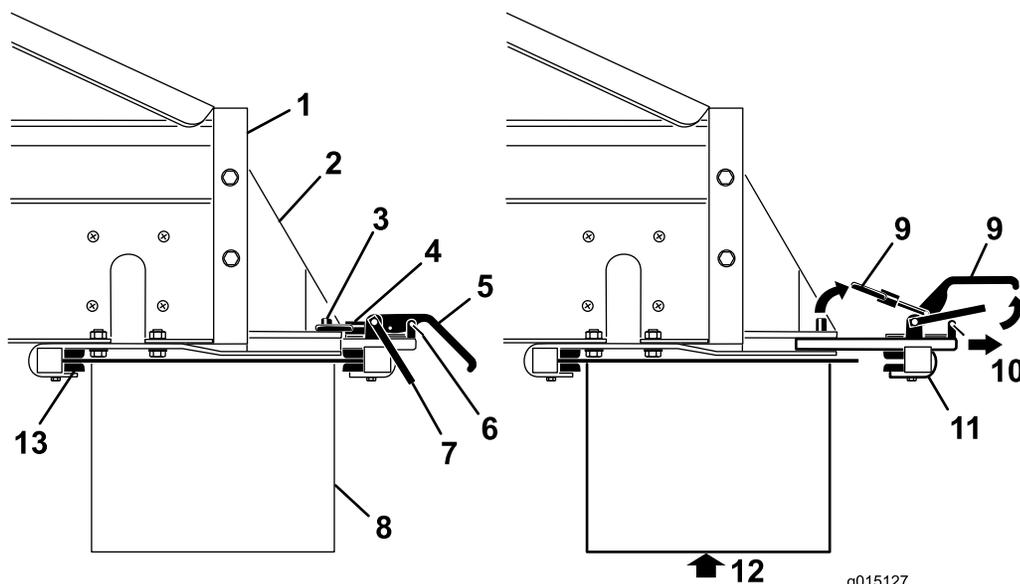

Figura 49
- Retire os cliques do fecho de segurança das pegas da barra de ligação (Figura 49).
- Levante o trinco de segurança, depois levante as pegas da barra de ligação do acessório e liberte os anéis de bloqueio dos pinos de bloqueio (Figura 49).
- Deslize o grampo traseiro de ligação do acessório para fora das ranhuras de ligação rápida (Figura 49).
6. Com ajuda, insira a borda frontal da correia transversal/articulação por cima e por baixo da traseira da máquina para os grampos dianteiros nos suportes (Figura 49).
7. Apoando a correia transversal/articulação, deslize o grampo traseiro ligação do acessório para as ranhuras nos suportes, e por cima da parte de trás (Figura 49).
9. Instale os cliques do fecho de segurança nas pegadas do grampo (Figura 49).